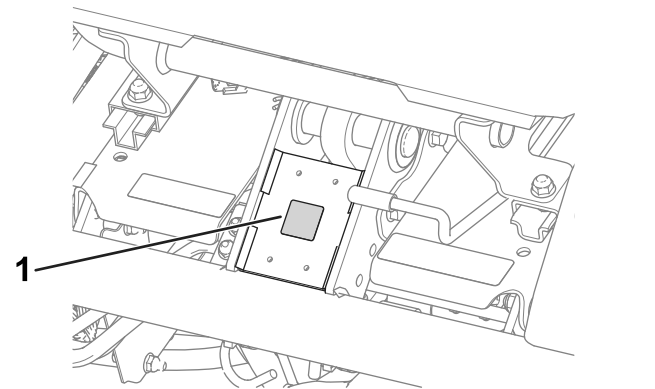

図9
- CE マークデカルを、運転席前下のフレーム部分に貼りつける図9。